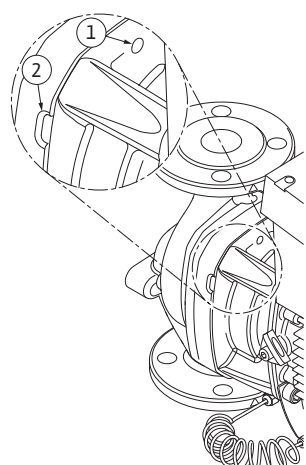

Fig. 51: Orificios roscados y ranura para expulsar el juego de introducción de la carcasa de la bomba
13. Expulse el juego de introducción (véase Fig. 13) de la carcasa de la bomba. Para ello, y sobre todo con el fin de aflojar dicho juego del lugar donde está asentado, se recomienda usar los dos orificios roscados (Fig. 51, pos. 1). Apriete los tornillos adecuados a tal fin en los orificios roscados. Si el juego de introducción se mueve fácilmente, para su expulsión se pueden usar adicionalmente las ranuras (Fig. 51, pos. 2) que hay entre la carcasa de la bomba y la linterna (use para ello, p. ej., dos destornilladores como palanca). Tras un primer movimiento de expulsión de aprox. 15 mm el juego de introducción se libera de la carcasa de la bomba.